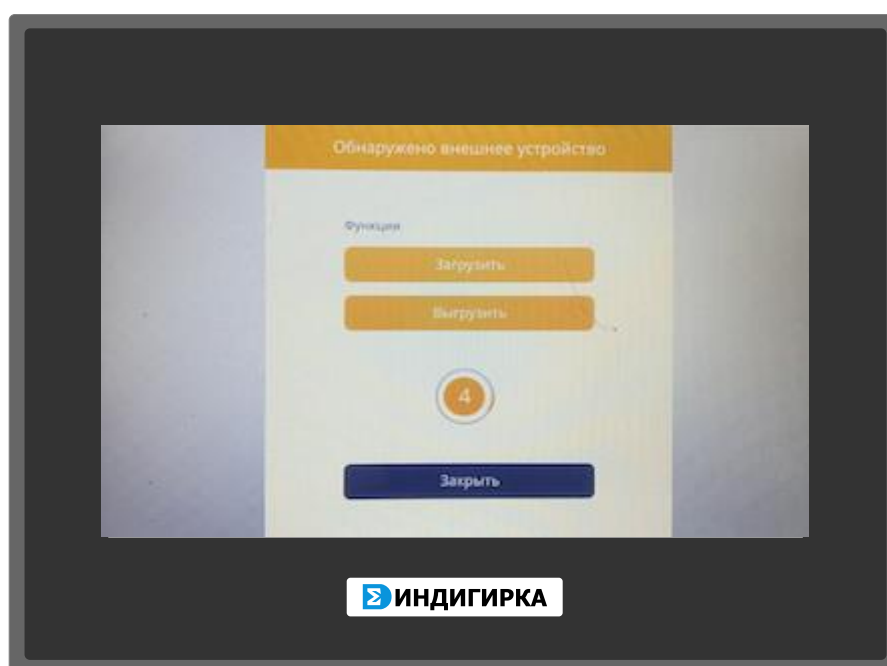

Рис. 19 Обнаружение USB-flash накопителя
4. При обнаружении накопителя откроется окно «Обнаружено внешнее устройство» (Рис. 19)
3. При обнаружении накопителя откроется окно «Обнаружено внешнее устройство» (Рис. 19).